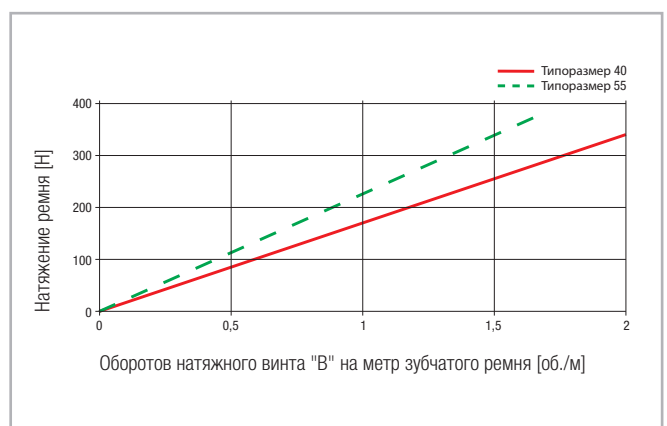

Рис. 95
2. Требуемое количество оборотов регулировочных винтов "В", необходимых для восстановления стандартного натяжения ремня, на каждый метр ремня, можно определить по диаграммам, приведённым на Рис. 95 и 96.
2. По диаграммам на Рис. 95 и 96 можно определить, что для увеличения натяжения ремня на 110 Н винт "В" следует повернуть на 0,5 оборота на каждый метр ремня.